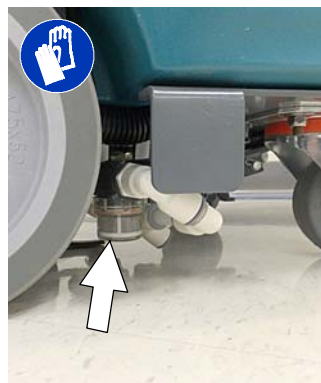

ABB. 109
1. Lösungstank leeren. Entfernen Sie den Lösungstankfilter und reinigen Sie den Filter (Abbildung 109). Drehen Sie den Filterbehälter nach links, um ihn zu entfernen.